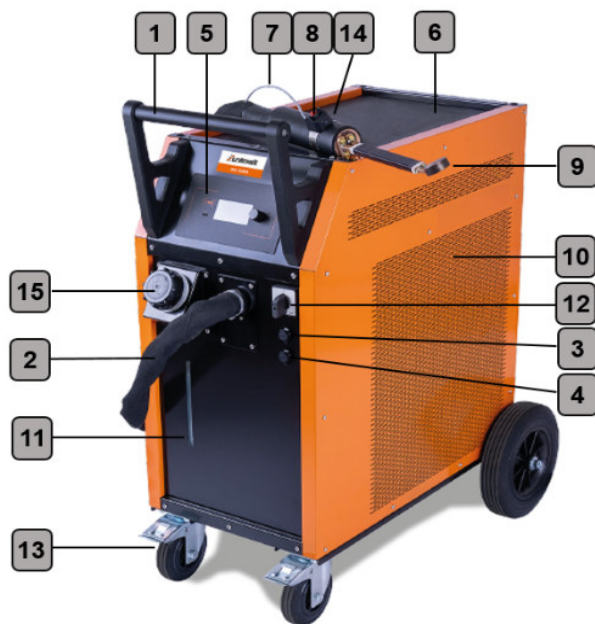

Abb. 3: Induktionsheizgerät IHG 19000 (Vorderseite)
4. Schließen Sie das Gerät an das Stromnetz an und schalten Sie es mit dem Hauptschalter (Abb. 3, Pos. 12) ein.
1. Schließen Sie das Gerät an das Stromnetz an und schalten Sie es mit dem Hauptschalter (Abb. 3, Pos. 12) ein.
4. Vor Beginn des Heizvorgangs muss das Gerät durch Drücken der Aktivierungstaste (Abb. 3, Pos. 16) auf dem Bedienfeld aktiviert werden. Das Schlosssymbol verschwindet auf dem Display und die Möglichkeit, die Heizung durch Drücken der Taste am Applikator zu starten, wird aktiviert. Durch Drehen des Encoders können Sie die gewünschte Heizleistung in Prozent einstellen.
5. Platzieren Sie den Induktor (Abb. 3, Pos. 9) mit dem offenen Teil des Ferrits auf dem Werkstück und starten Sie dann die Erwärmung durch Drücken der Heiztaste am Applikator (Abb. 3, Pos. 8) oder durch Betätigen des Pedals. Bewegen Sie den Induktor gleichmäßig über den zu erwärmenden Bereich und lassen Sie ihn nicht für längere Zeit an einer Stelle stehen, um eine Überhitzung des Materials und des Induktors zu vermeiden.
6. Die laufende Heizung wird durch das Symbol  auf dem Display und eine LED-Leuchte (Abb. 3 ) am Applikator angezeigt.
Um das Gerät zu aktivieren, drücken Sie die Taste zur Aktivierung der Heizung (Abb. 3, Pos. 16).
Innerhalb von 15 Minuten nach der Verriegelung kann das Gerät auch durch 1 s langes Drücken der Bedienungstaste (Abb. 3, Pos. 8) am Applikator aktiviert werden, so dass der Benutzer in der Arbeitsposition bleiben kann, ohne zum Gerät gehen zu müssen.